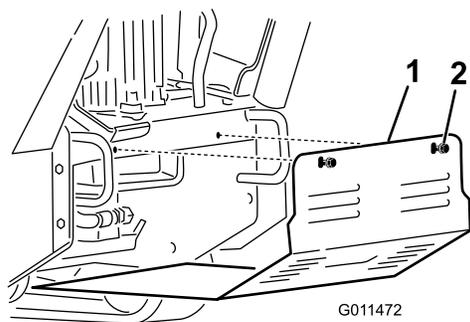

Figura 27
2. Allentate uno dopo l'altro i due bulloni che fissano lo schermo inferiore, fino a liberare completamente lo schermo (Figura 27).
2. Fate scorrere lo schermo inferiore nella macchina in modo che poggia su tutte e 4 le alette (Figura 27).